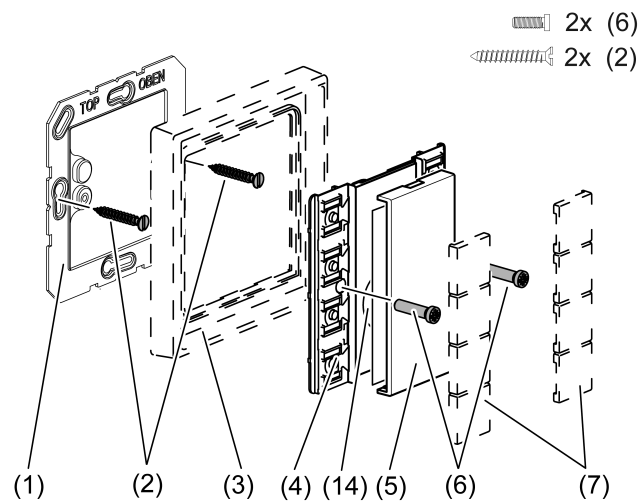

Figure 1: Module d'émetteur mural radio à 4 postes
- Retirer avec précaution l'habillage (5) de l'émetteur mural (Figure 1).
- Placer la batterie sur le contact plus du logement de batterie (14). Lors de cette opération, veiller à ce que la polarité soit correcte : le pôle plus de la batterie doit se situer en haut.
- Encliqueter l'habillage (5).